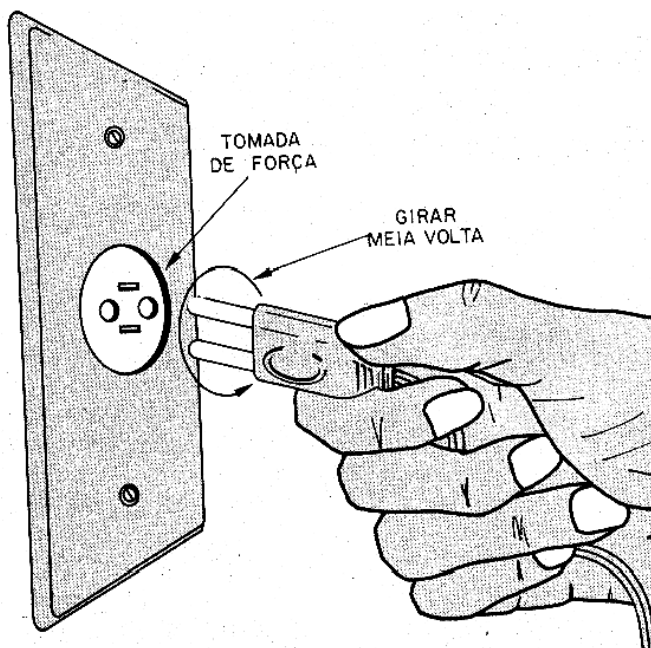

Figura 279 – Girando uma tomada para reduzir ou eliminar roncões
- * Inverta a tomada de força de um dos aparelhos, girando-a de 180 graus, conforme mostra a figura 279.